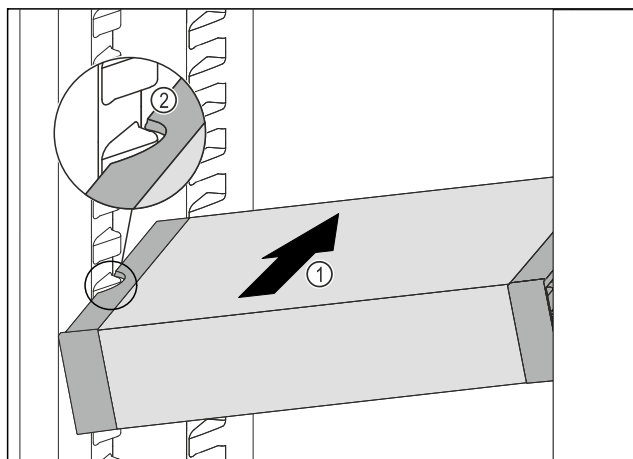

Fig. 179
- Împingeți VarioSafe oblic în frigider Fig. 179 (1), până când degajările laterale Fig. 179 (2) ale VarioSafese află la înălțimea nervurii recipientului din frigider.